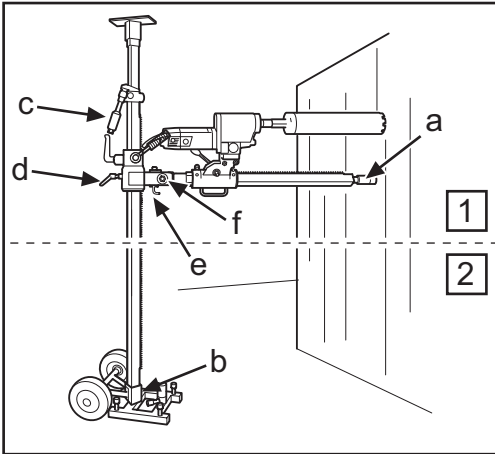

Fig.3
7. Vinkla tillbaka och fäll upp borrpelaren, säkra med L-handtaget (e) (Fig. 3) och muttern (f) (Fig. 3). Vid gradborring lossas L-handtaget och borrpelaren ställs in i önskad vinkel genom att mutter (d) (Fig.6) dras åt med en 30 mm nyckel.
- 8. Kontrollera borkronans läge. Skruva in stämpelskruven mot väggen för att fixera borrpelaren. Säkra med låsmutter 30 mm (a) (Fig. 3), använd en träregel som mellanlägg.
7. Boresøjlen vinkles tilbage, fældes op og sikres med L-grebet (e) (Fig. 3) og møtrikken (f) (Fig. 3). Ved gradboring løsnes L-grebet, og boresøjlen stilles i den ønskede vinkel, ved at møtrikken (d) (Fig. 6) spændes med 30-mm-nøglen.
- 8. Kontrollér borekronens placering. Skru stempelskruen ind mod væggen for at fiksere boresøjlen. Det sikres med en 30-mm-låsemøtrik (a) (Fig. 3); brug et stykke træ som mellemlæg.
7. Vinkle tilbake og fell opp borsøylen, sikre med L-håndtaket (e) (Fig. 3) og mutter (f) (Fig. 3). Ved gradboring løsnes L-håndtaket og borsøylen stilles inn i ønsket vinkel ved at mutter (d) (Fig. 6) trekkes til med 30 mm nøkkel.
- 8. Kontroller borkronens stilling. Skru inn søyleskruen mot veggen for å fiksere borsøylen. Sikre med låsemutter 30 mm (a) (Fig. 3), bruk en treplanke som mellomlegg.